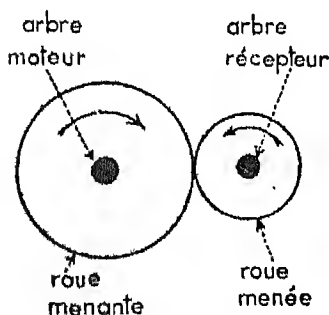

Fig. 5. — L'arbre récepteur tourne en sens inverse de l'arbre moteur.
a) les arbres de deux roues en prise tournent en sens inverses (fig. 5) :